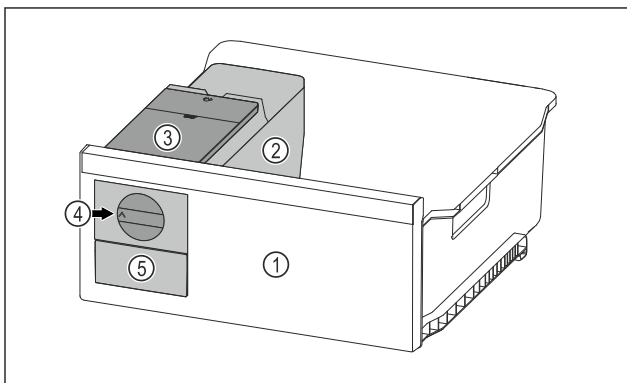

Fig. 155 Representación a modo de ejemplo
- ▶ Girar el botón giratorio Fig. 155 (4) en el sentido de las agujas del reloj hasta el tope.
- ▷ Los cubitos de hielo caen de la cubitera al compartimento de cubitos de hielo Fig. 155 (5).